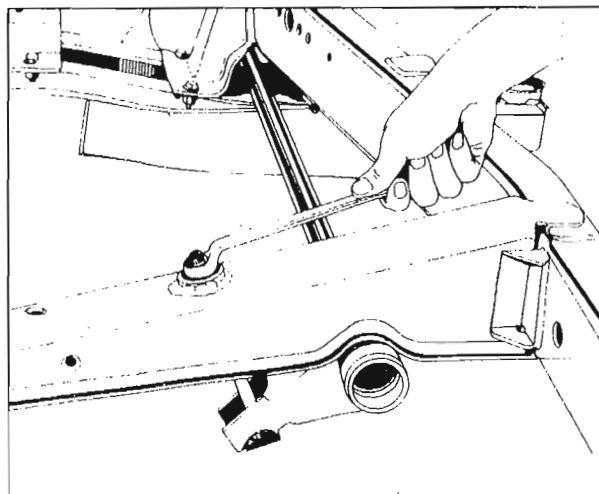

Fig. 2
- Suelte completamente la carga de la barra de torsión. (Fig. 2)